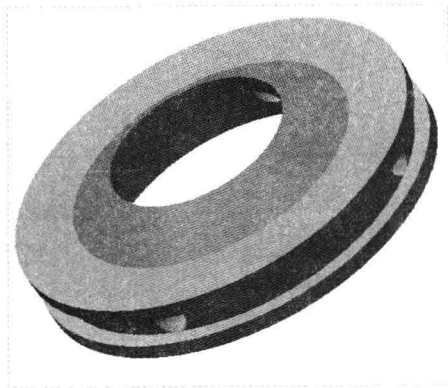

图 7-141 图形文件
Step 01 按【Ctrl+O】组合键, 打开图形文件, 如图 7-141 所示, 在“功能区”选项板中切换至“分析”选项卡。